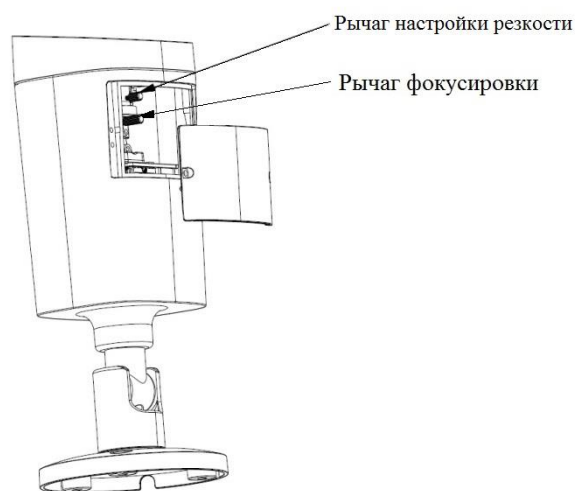

Рисунок 4
2.7 С помощью отвертки снимите нижнюю крышку и с помощью рычага изменения фокусного расстояния выберите наиболее подходящий ракурс изображения. Настройте резкость, используя рычаг настройки резкости. С помощью отвертки затяните винты рычагов изменения фокусного расстояния и настройки резкости (рис.4).